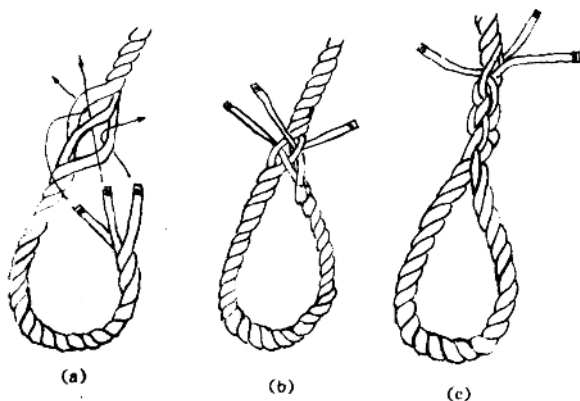

图 1-6 插琵琶头
(1) 将绳端松开 4~6 倍于绳周的长度,并将各股端扎紧。
(2) 根据所需要的大小做一绳圈,将各活股顺序逆根股搓纹分别插入一根股。若纤维绳较大,也可先把活股的中股逆搓纹插入一根股,再插入左股和右股,将各股收紧,如图 1-6(a)、(b)所示。
(3) 各股再顺序逆根股搓纹压一股穿一股插两道即成,如图 1-6(c)所示。